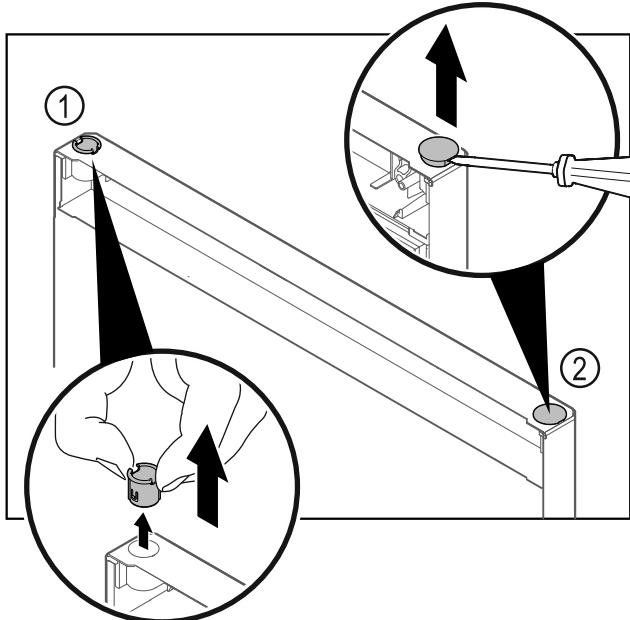

Fig. 22 Врата на хладилната част
- ▶ Извадете с пръсти втулката на пантата Fig. 22 (1).
- ▶ С плоска отвертка внимателно повдигнете покриваща тапа Fig. 22 (2) и я извадете.